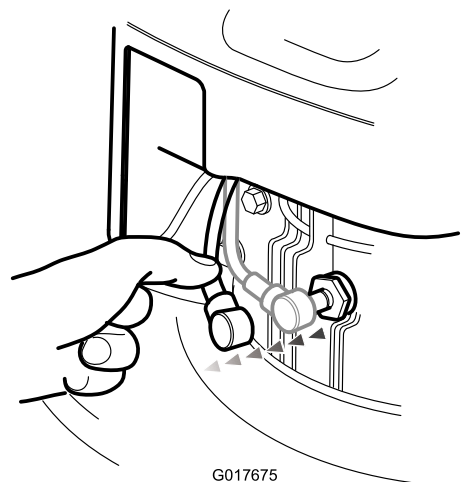

Figura 21
2. Staccate il cappellotto dalla candela (Figura 21).